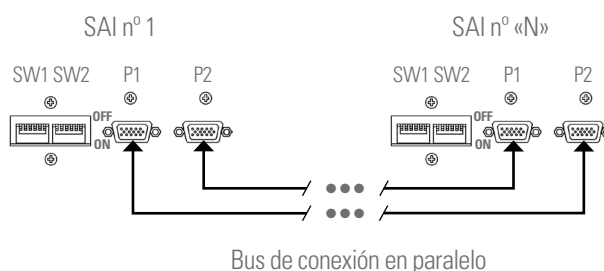

Fig. 39. Conectores DB15 del bus de comunicación.
- **Bus de conexiones en paralelo.** Utilizar la manguera de 15 conductores de señal con malla y conectores DB15 en los extremos para unir un máximo de 5 sub-racks con la secuencia mostrada en la *Fig. 39*. Cada manguera dispone de un conector macho y otro hembra en los extremos, que deberá conectarse entre dos equipos correlativos. Es imprescindible cerrar el bucle del bus en paralelo.
En la *Fig. 39* se representa una instalación con dos equipos en paralelo. Para cinco operar similarmente para cerrar el bus de comunicaciones.